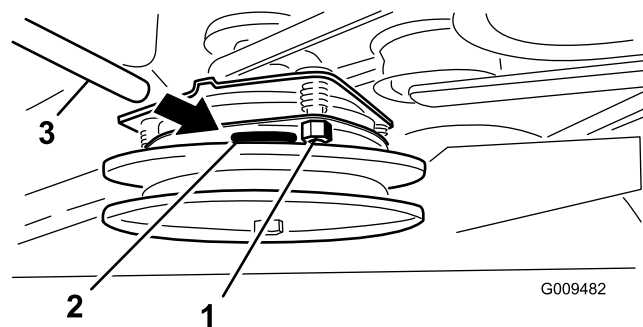

Figure 58
2. Si un réglage est nécessaire, réglez-le à 0,381 mm (0,015 po) pour chacune des trois positions de réglage. Serrez les contre-écrous jusqu'à ce la jauge d'épaisseur fléchisse légèrement mais puisse bouger facilement dans l'entrefer (Figure 58).